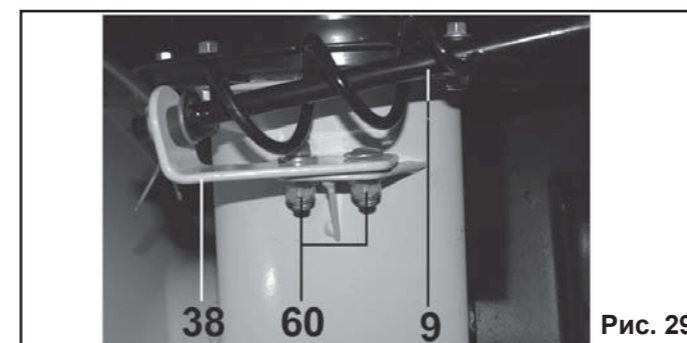

Рис. 29
9.7. Регулировка положения рычага поворота желоба (Рис.29).